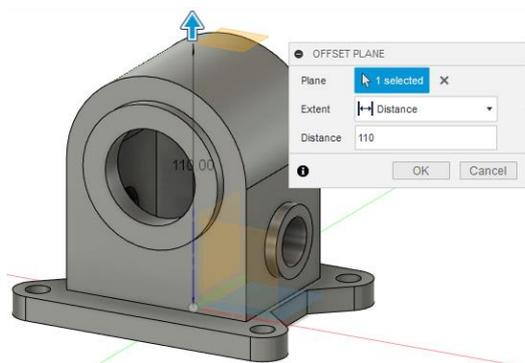

Рис.8.7. Створення допоміжної площини
6. Створимо прямокутну бобишку на вершині деталі. Для цього за допомогою інструменту  «Offset Plane» побудуємо допоміжну площину на відстані 110 мм від площини XY (рис. 8.7).